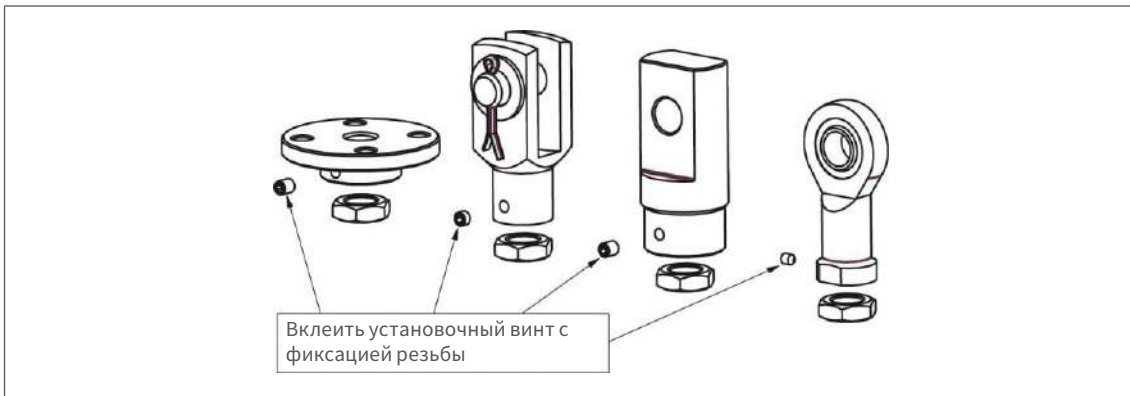

Рис. 9: После регулировки положения зафиксируйте опорный фланец, вилочную головку, шарнирный наконечник или головку с шаровым подшипником.
3. На домкратах серий ZE и Z габаритов 50, 100 и 150 установите крепежные винты в удлиненные отверстия с помощью шайб (например, по DIN 1441). Установите наконечник винта (см. рис. 9), зафиксируйте стопорные винты фиксатором резьбы (например, Loctite), затяните контргайку (до габарита 100).